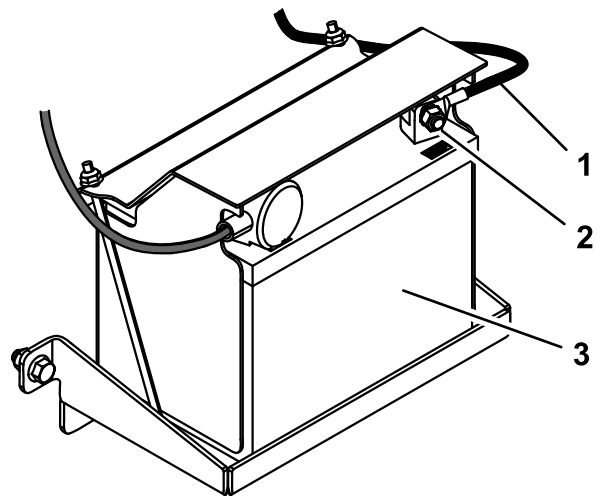

Figura 5
2. Collegate il cavo negativo della batteria al polo negativo (-) della batteria utilizzando il bullone e il dado attaccati al cavo (Figura 5).